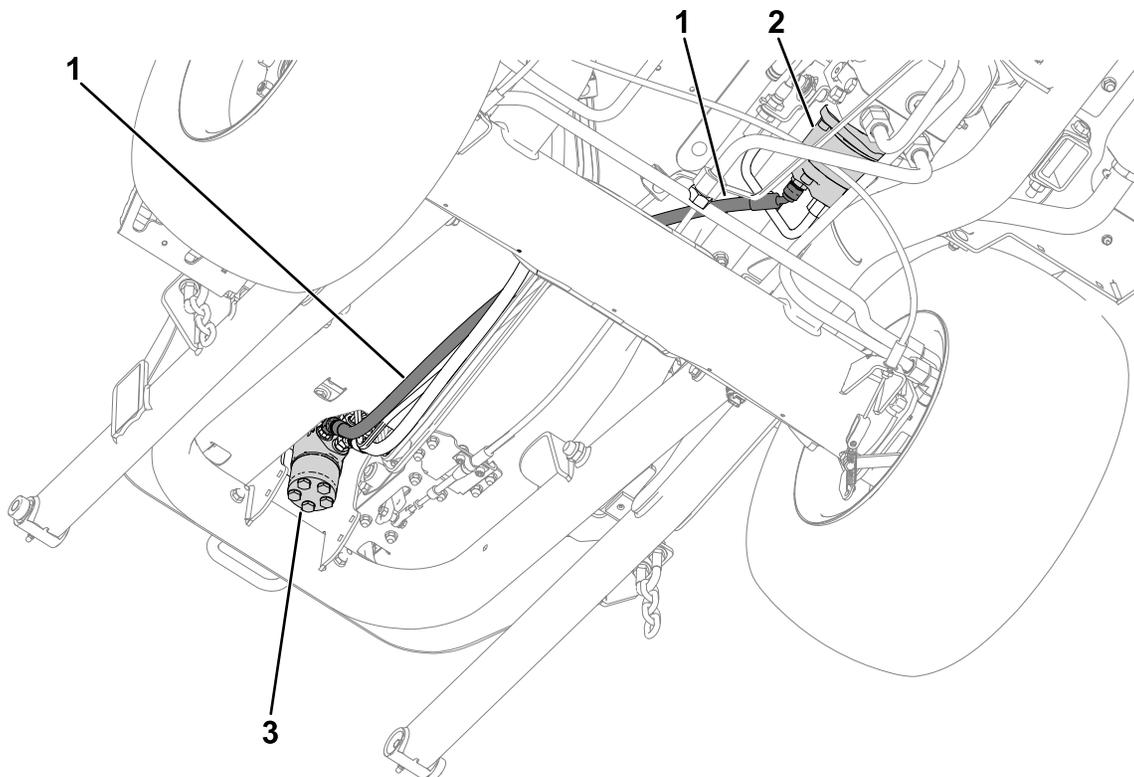

Figure 11
5. Veillez à acheminer le flexible hydraulique, comme montré à la Figure 11.